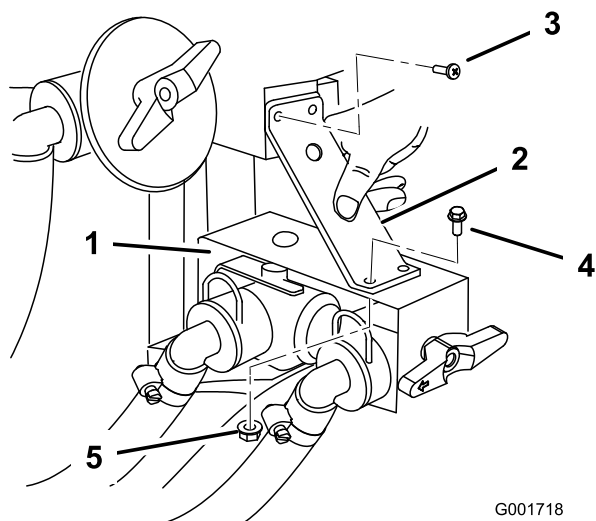

Figure 10
7. Posez le support par dessus le support du distributeur de commande. Utilisez les 2 vis existantes qui fixent le raccord en T supérieur pour fixer la partie supérieure du support (Figure 10). Fixez la partie inférieure du support avec 2 boulons à embase (1/4 x 3/4") et écrous à embase (1/4").